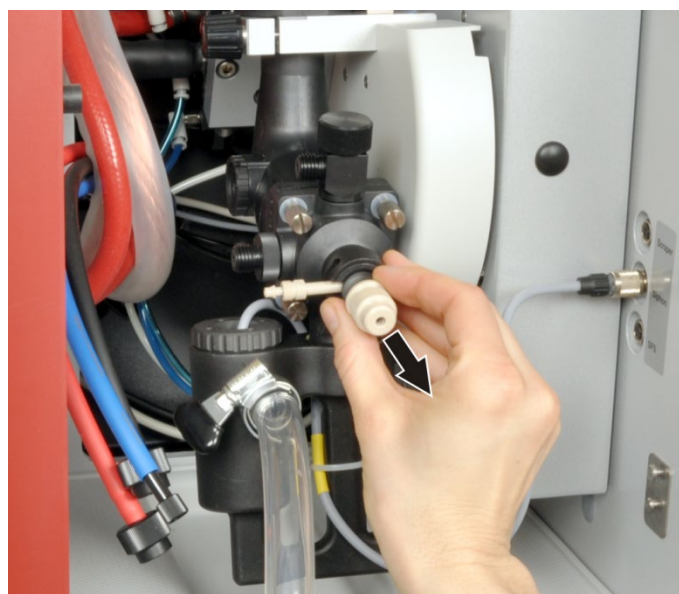
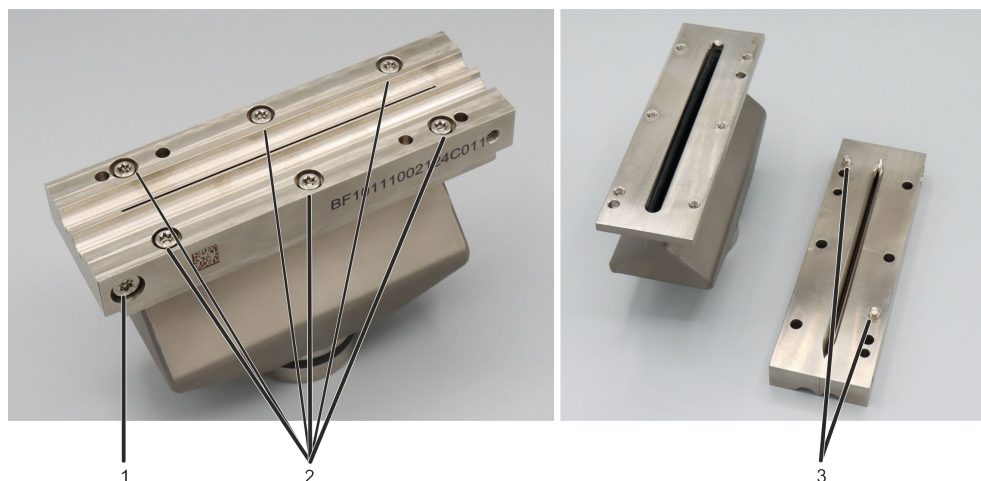
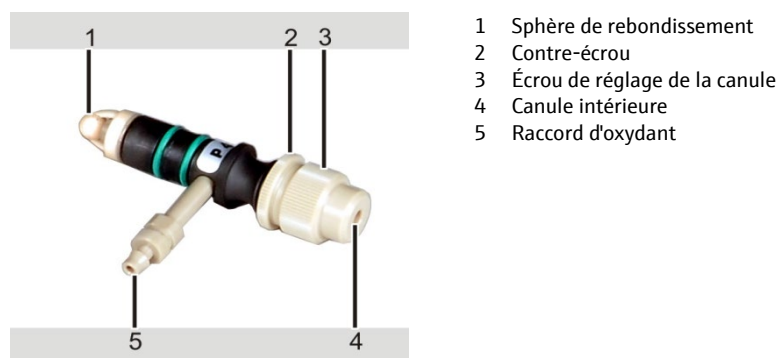

Fig. 56 Retrait du nébuliseur hors de la chambre de mélange
Fig. 57 Raccords vissés du brûleur
Fig. 58 Pièces du nébuliseur
1. Débloquer la vis d'arrêt (2 sur Fig. 57 p.102) du brûleur et retirer le brûleur du col.
2. Dévisser les raccords à vis pour tuyaux figurant sur la tête de la chambre de mélange et le nébuliseur (11, 13 sur Fig. 57) et retirer le tuyau d'aspiration des échantillons du nébuliseur.
3. Tourner la bague de blocage du nébuliseur (5 sur Fig. 57) de façon à ce que le verrouillage s'ouvre. Extraire le nébuliseur de la tête de la chambre de mélange en saisissant le nébuliseur dans l'encoche (Fig. 58).
4. Dévisser et retirer le câble du capteur du siphon du raccord existant dans la paroi du compartiment à échantillons (6 sur Fig. 57).
5. Retirer le tuyau d'évacuation du manchon du siphon (9 sur Fig. 57). Pour ce faire, ouvrir le collier de serrage.
6. Débloquer la vis de serrage du siphon (7 sur Fig. 57), retirer le siphon par le bas. Vider le siphon.
7. Dévisser l'insert du capteur du siphon, retirer le capteur du siphon (10 sur Fig. 56).
8. Maintenir le système, dévisser la vis moletée sur l'étrier de retenue du tube de la chambre de mélange (14 sur Fig. 57), rabattre l'étrier de retenue vers l'arrière et retirer le système.
9. Retirer le bouchon de sécurité (1 sur Fig. 56) de la chambre de mélange.
10. Desserrer les quatre assemblages vissés de la chambre de mélange (4 sur Fig. 57) et démonter la chambre de mélange dans la tête de la chambre et le tube de la chambre.
11. Extraire l'ailette de mélange (3 sur Fig. 56) du tube de la chambre.
12. Dévisser les raccords pour le gaz de combustion et l'oxydant supplémentaire (5 sur Fig. 56) de la tête de la chambre de mélange.
1. Tourner légèrement la sphère de rebondissement (7 sur Fig. 56 p. 101) et la retirer du nébuliseur. Si la sphère de rebondissement est bloquée, traiter le nébuliseur pendant quelques minutes dans un bain à ultrasons avec de l'eau ultrapure.
2. Tenir l'ailette de mélange au niveau de la poignée (3 sur Fig. 56 p.101) et la placer dans le tube de la chambre de mélange. Fixer en exerçant une légère pression.
3. Emboîter les pièces de la chambre de mélange (tube de la chambre et tête de la chambre), aligner les côtés et visser (2, 4 sur Fig. 56). Veiller au bon positionnement des joints.
4. Visser le capteur de siphon (10 sur Fig. 56, p. 101) dans le siphon. Enficher le siphon sur la tête de la chambre de manière à orienter le manchon d'évacuation vers l'avant. Fixer le siphon avec la vis de serrage (7 sur Fig. 57).
5. Enfoncer le bouchon de sécurité (1 sur Fig. 56) sur le tube de la chambre.
6. Visser les raccords du gaz de combustion et d'oxydant supplémentaire (5 sur Fig. 56) dans la tête de la chambre de mélange avec des bagues d'étanchéité.
7. Fixer le nébuliseur (8 sur Fig. 56) dans la tête de la chambre et le fixer avec la bague de blocage (6 sur Fig. 56).
8. Fixer le système chambre de mélange/brûleur sur l'unité de réglage de la hauteur du compartiment à échantillons avec l'étrier de retenue (14 sur Fig. 57). Le repère doit se situer au-dessus des bords du dispositif de fixation. Le panier du tube de la chambre de mélange doit reposer uniformément sur le dispositif de retenue. Visser à bloc la vis moletée sur l'étrier de retenue.
9. Insérer le câble du détecteur de siphon (6 sur Fig. 57) dans le raccord du panneau latéral du compartiment à échantillons (attention au nez) et serrer.
10. Poser le tuyau d'évacuation sur le manchon du siphon (9 sur Fig. 57). Serrer avec un collier de serrage. Diriger le tuyau d'évacuation dans le flacon collecteur en pente constante dans le flacon collecteur.
12. Placer le brûleur sur le tube de la chambre de mélange et tourner à 0° jusqu'en butée. Serrer avec la vis d'arrêt (2 sur Fig. 57).
13. Visser le tuyau du gaz de combustion (rouge) en haut de la tête de la chambre de mélange (13 sur Fig. 57).
14. Raccorder le tuyau d'oxydant (bleu) sur le manchon du nébuliseur (11 sur Fig. 57).
15. Raccorder le tuyau d'oxydant complémentaire (noir) sur le manchon figurant sur le côté de la chambre de mélange (11 sur Fig. 57).
1. Maintenir le système, visser la vis moletée sur l'étrier de retenue du tube de la chambre de mélange (14 sur Fig. 57), rabattre l'étrier de retenue vers l'arrière, retirer le système et le déposer en toute sécurité.